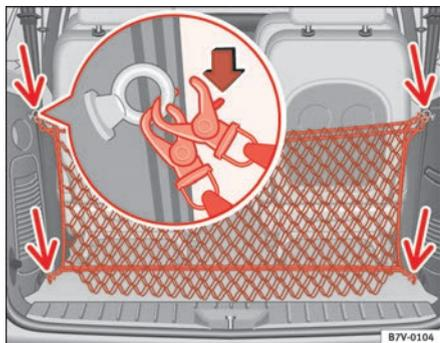

Fig. 116 Bolsa de red montada
- Para desmontar la bolsa de red hay que desenganchar los seis ganchos ⇒ fig. 116 (flechas).